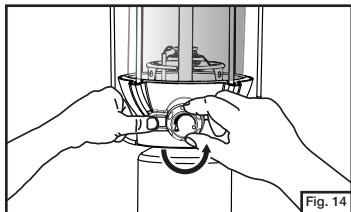

Fig. 14
- Abra girando la válvula de combustible. Empuje el botón rojo del encendedor y deberá saltar una chispa entre el electrodo y el soporte inferior de la mantilla encendiendo la mantilla. (Fig. 14)